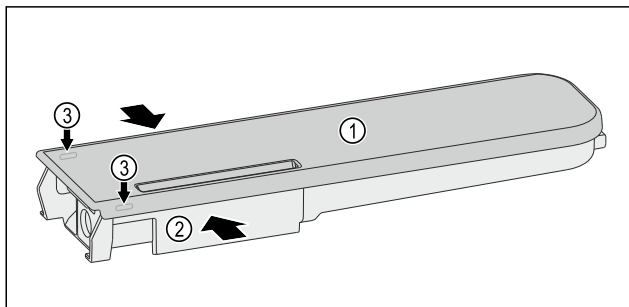

Fig. 241
- ▶ Stisnite spremnik za vodu Fig. 241 (2), pažljivo podignite poklopac Fig. 241 (1) preko zasuna Fig. 241 (3) i ga povucite prema gore.
- ▶ Poklopac Fig. 241 (1) lagano pomičite amo-tamo i izvadite ga prema gore.